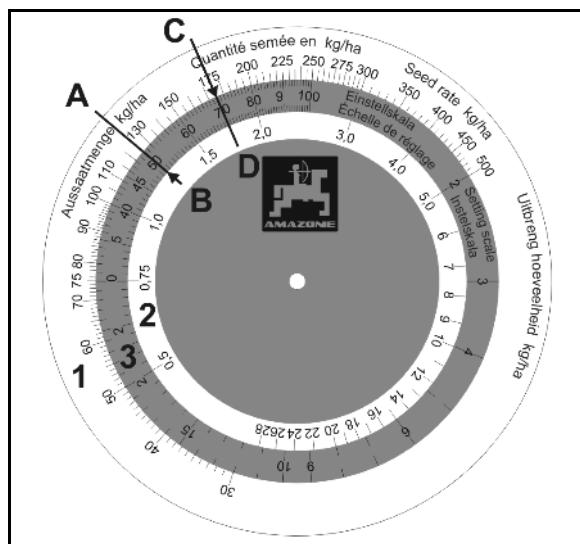

Рис. 89
Логарифмический диск имеет три шкалы: внешней шкалы белого цвета (Рис. 89/1) для всех норм высева свыше 30 кг/га и внутренней шкалы белого цвета (Рис. 89/2) для всех норм высева ниже 30 кг/га. На средней, цветной шкале (Рис. 89/3) указаны положения редуктора от 1 до 100.
- Значение нормы высева – **125 кг/га** (Рис. 89/A) и положение редуктора – **50** (Рис. 89/B) устанавливаются на логарифмическом диске друг над другом.
- Теперь с помощью логарифмического диска узнайте значение положения редуктора для нужной нормы высева **175 кг/га** (Рис. 89/C). На нашем примере положение редуктора равно **70** (Рис. 89/D).